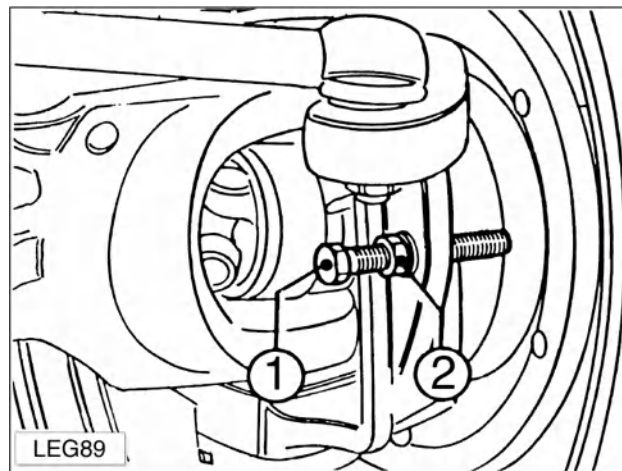

Рис. 6-3. Расположение зависит от модели трактора.
Максимальный угол поворота колес передней оси полноприводного трактора можно регулировать в зависимости от типа шин и условий эксплуатации трактора. Чтобы изменить угол поворота, ослабьте гайку (2) и отрегулируйте стопорный винт (1 — рис. 6-3) на корпусе колесного редуктора до требуемой величины. Снова затяните гайку (2).